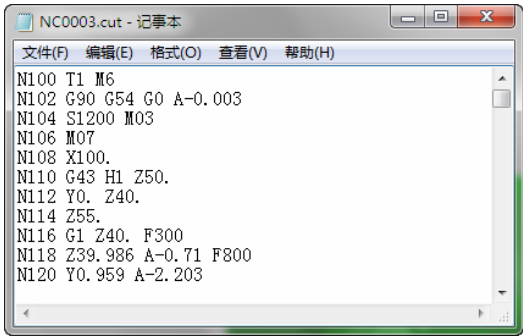

图 8-240 生成的 G 代码
4) 单击“确定”按钮后，按系统提示分别拾取所有加工轨迹，单击鼠标右键确定，系统自动弹出数控程序，如图 8-240 所示。